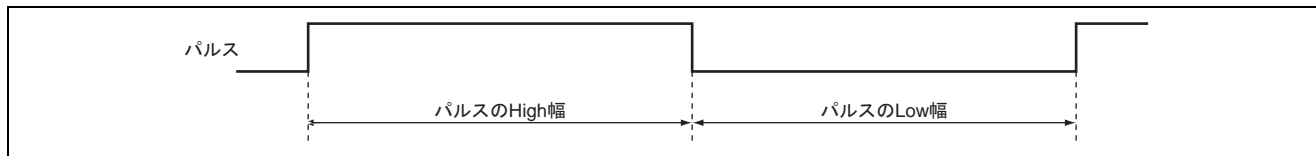

図 1 パルス幅測定タイミング
- (1) 図 1 に示すように、パルス High 幅および Low 幅の時間を測定し、結果を RAM に設定します。
- (2) 19.6608MHz で動作時、パルスの High 幅および Low 幅は、50.86ns から約 3.33ms まで 50.86ns 単位で測定可能です。